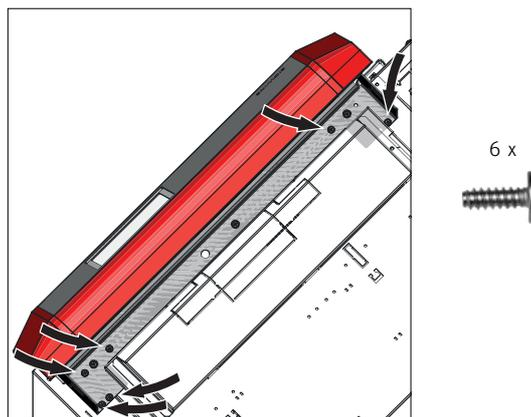

Fig.74 Avvitare il pannello di comando in alto internamente con 6 viti autofilettanti
► Avvitare il pannello di comando in alto internamente con 6 viti autofilettanti – Fig.74.